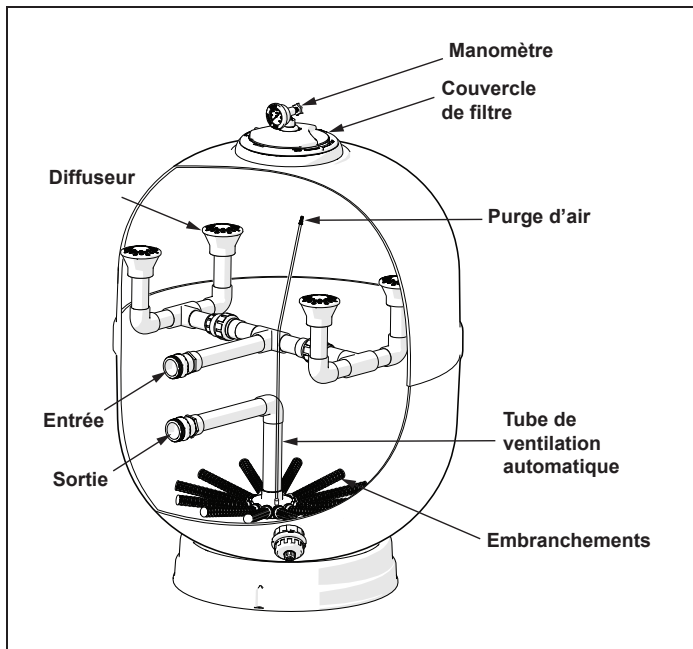

Figure 6. Décharge d'air automatique
9. Vérifier que le tuyau de ventilation est correctement positionné dans le réservoir. Voir la figure 6.